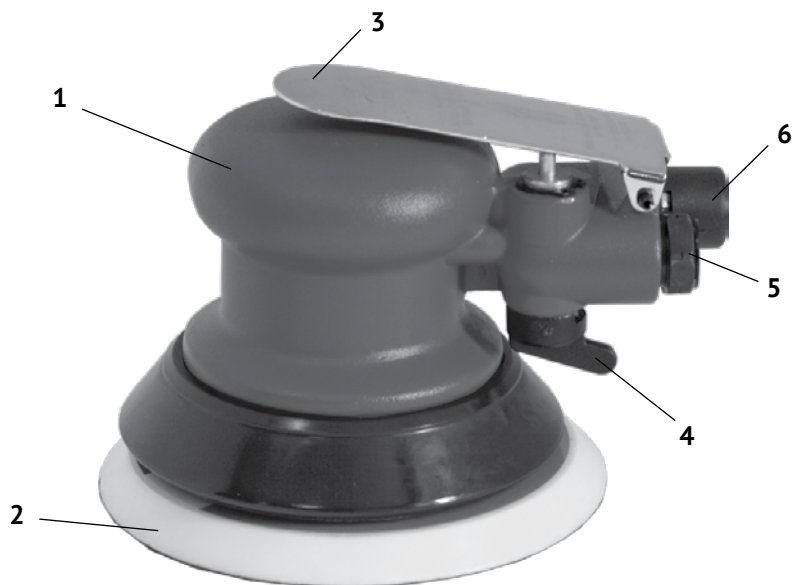

рис. 1
1.6 Общий вид шлифмашины представлен на рис.1
1.7 Шлифмашина состоит из металлического корпуса- рукоятки (рис.1 поз.1), покрытого пластиком. Пластиковое покрытие способствует надёжному хвату инструмента при работе, а также снижает вибрацию рукоятки. Энергия сжатого воздуха от компрессора, преобразуется в инструменте во вращательное движение эксцентрикового механизма, расположенного в пластиковом кожухе.
В резьбу (1/4") эксцентрика вкручивается пластиковый диск (рис.1 поз.2) с липучкой. На диск крепится насадка - шлифовальный круг.
К задней части рукоятки крепится штуцер (рис.1 поз.5) для подключения шланга от компрессора с помощью переходника типа «рапид» (входит в комплект поставки). В штуцер встроен регулятор расхода воздуха (рис.1 поз.4). Изменяя расход подаваемого воздуха от «0» до «МАХ», меняется скорость вращения круга. Подача воздуха осуществляется нажатием на рычаг (рис.1 поз.3). При отпускании рычага, подача воздуха прекращается.
- прикрутите к инструменту диск (рис.1 поз.2) с наклеенным на него шлифовальным кругом, застопорив ключом (входит в комплект поставки) эксцентрик;